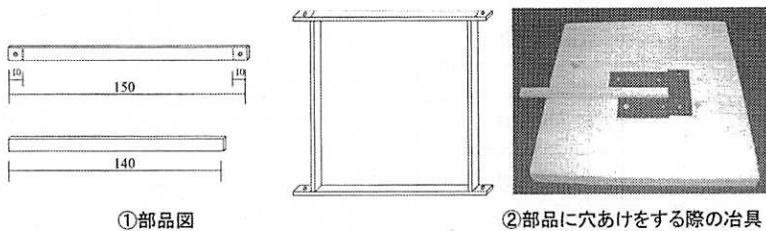

図4 シェードの製作
際に穴あけ用の治具を作り、卓上ボール盤に固定して作業を行わせることで、作業効率の向上と生産現場の工夫としての治具を取り上げるきっかけとした(図4②)。ここではすべての枠に障子紙を張っているが(図4③)、前述した押し花をすき込んだ自作の用紙をシェードに使うことを考えている。紙を張った部品を図4④のように組み立て、最後に台座に固定して電気あんどんの完成
シェードの製作は幅10mm、厚さ5mmの棒材を用いた。150mm部品の両端には組立て時のねじ止め用の穴を開けた(図4①)。その